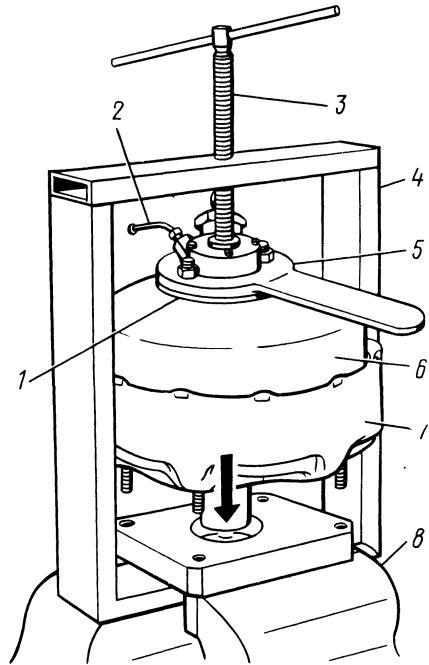

Рис. 188. Приспособление 6999-7567 для разборки и сборки усилителя:
10. Закрепите на шпильках крышки 6 (рис. 188) корпуса специальную заглушку 5 с ручкой для поворота крышки и с трубкой 2 для подключения вакуумметра. Закрепите заглушку двумя гайками.
2. Конец трубы 2 (см. рис. 188) в заглушке 5 соедините шлангом с вакуумметром.